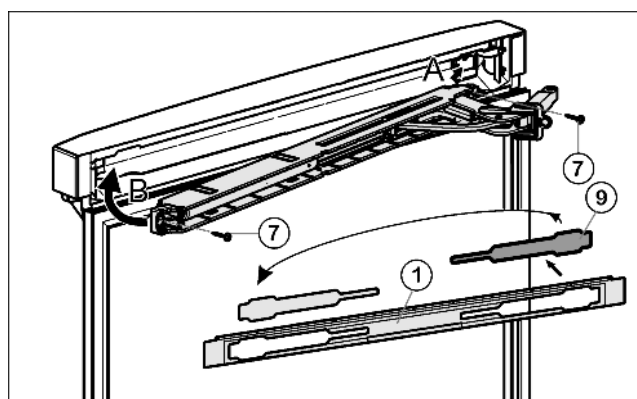

Fig. 22
- ▶ Освободите крышку *Fig. 22 (9)* из накладки *Fig. 22 (1)* и снова установите её на другой стороне.
- ▶ Прикрутите узел амортизатора закрывания двери. (2 шт. Torx® 15) *Fig. 22 (7)*